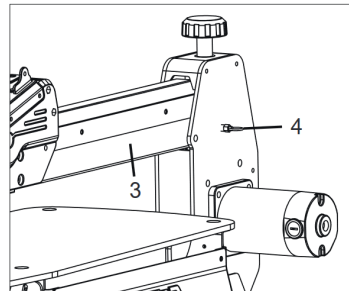

ABBILDUNG 7
3. Heben Sie den oberen Arm (Abb. 7, 3) der Säge vorsichtig an.
5. Ziehen Sie den Ringstift (Abb. 7, 4) nach außen und senken Sie den oberen Arm. Dadurch wird der obere Arm in seiner Position verriegelt. Drücken Sie vorsichtig auf den oberen Arm, um sicherzustellen, dass er eingerastet ist.